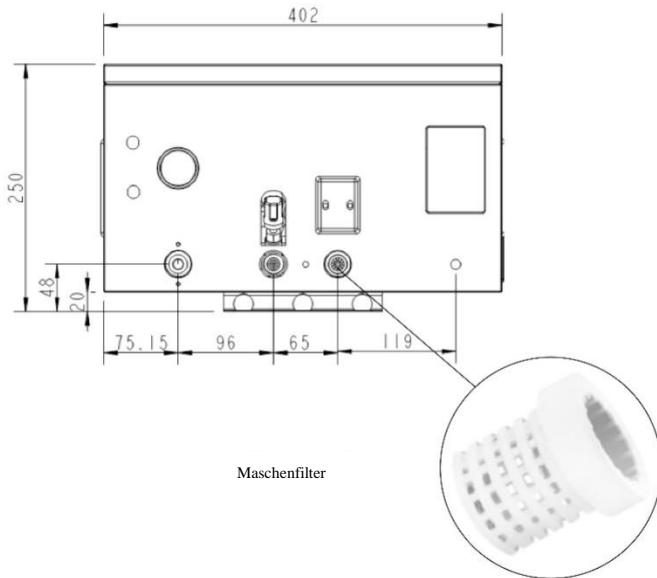

Abbildung 13. Netzfilter
- Öffnen Sie das Rücklaufrohr und nehmen Sie den Netzfilter aus dem Kesselabzweigrohr heraus (siehe Abbildung 13);